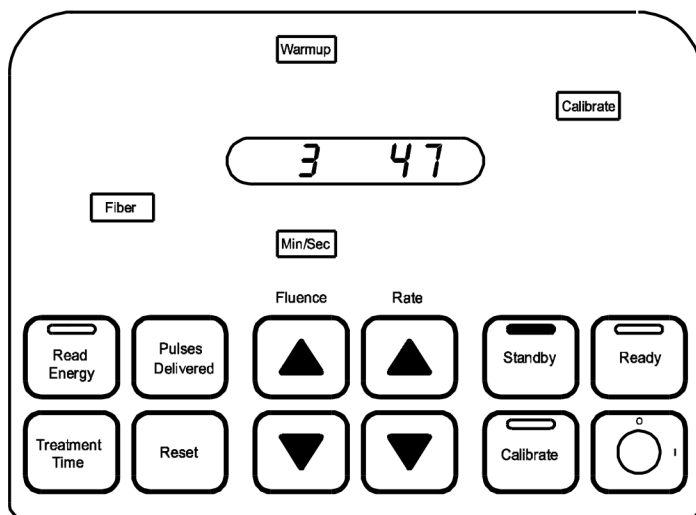

**Рисунок 2**
3. По завершении тестирования ламп загораются индикаторы **Standby (Режим ожидания)** и **Testing (Тестирование)** (рисунок 2). После тестирования ламп отобразится номер версии программного обеспечения.